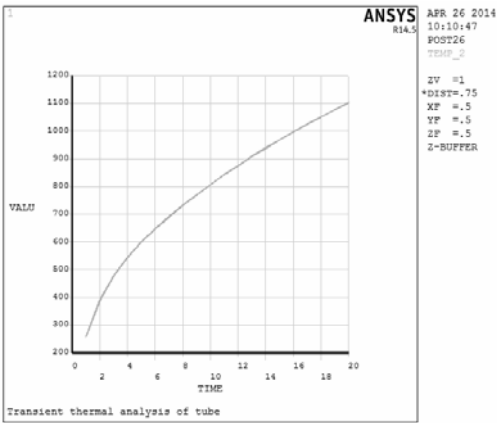

图 8-163 温度随时间变化曲线
4) 在“Variable List”列表中选择要显示的变量（如 TEMP_2），单击按钮，即可在图形区显示变量的变化曲线，X轴为时间变量 TIME，Y轴为显示的变量数据，如图 8-163 所示。